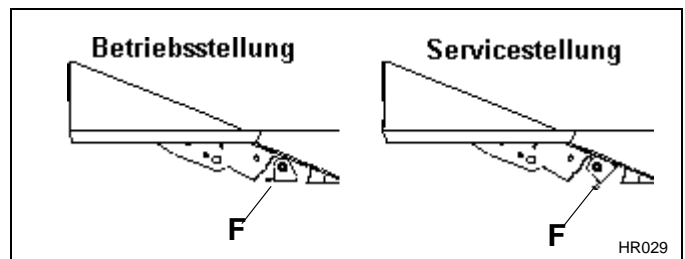

Abb. 3C
1. Den Schwenkschutzmechanismus in die Wartungsposition rotieren (**F**), er befindet sich unter der linken Bodenplatte; Abb. 3C.
4. Den Schwenkschutzmechanismus (**F**) in seine Betriebsposition rotieren. Abb. 3C.